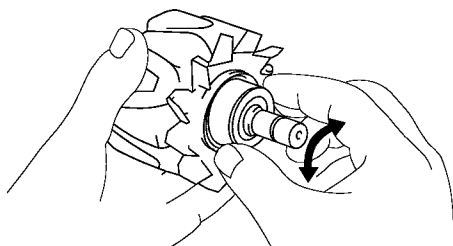

图 7-27 检查后轴承转动是否正常或已磨损
2) 检查后轴承转动是否正常或已磨损, 如图 7-27 所示。